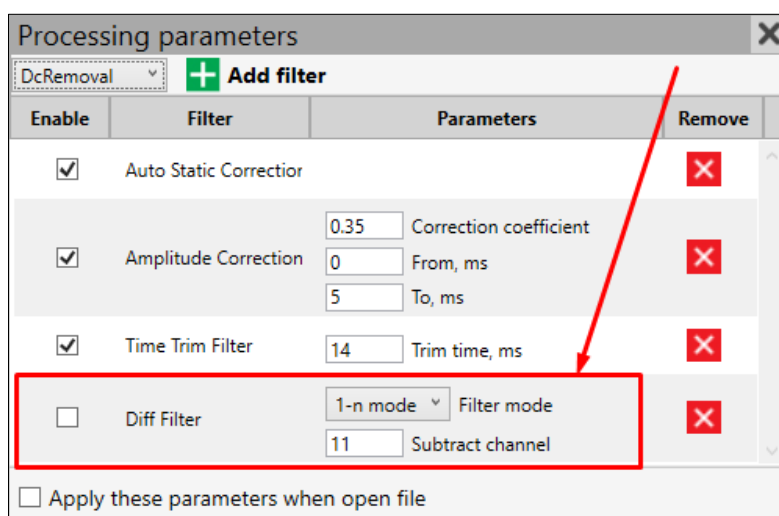

Рисунок 68 Настройки фильтра вычитания трасс
Фильтр вычитания трасс имеет настройки (Рисунок 68):
2. “Subtract channel”: это дополнительная настройка в режиме “1-n mode” – номер трассы n (Рисунок 68).